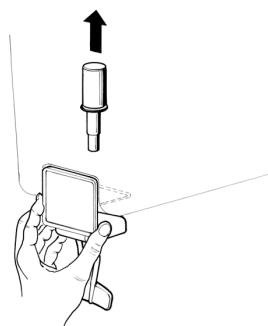

figura 5
- 6 Rubinetto a gravità:** sfilare il pistone e quindi smontare la leva comando rubinetto (vedere figura 5).